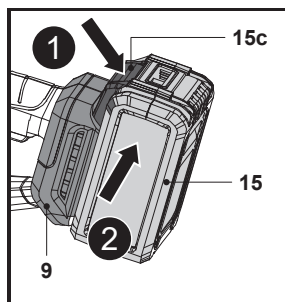

Fig. 3
2. Appuyer sur le bouton de déverrouillage (15c), puis retirer la batterie (15) du port de connexion de la batterie (9) (Fig. 3).